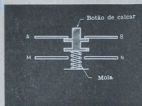

FIG. 4 — O interruptor ilustrado é denominado Liga-Desliga ou Sim-Não pelos técnicos de computadores.
6. Para reduzir ao mínimo o tempo de recuperação — Bastará colocar C em curto-circuito quando o dispositivo não estiver funcionando (Fig. 4), o que pode ser feito por intermédio de um interruptor duplo. Os terminais A e B são ligados aos terminais de C, que fica assim constantemente em curto-circuito. Os terminais M e N colocam tensão no transistor (posição 2 da Fig. 1). o o o — o —